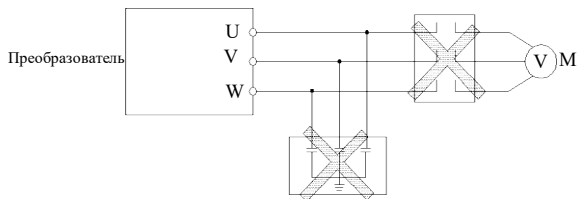

Рис.3-6 Запрещено использовать пускатель и поглощающий конденсатор
- (1) Убедитесь, что питание было полностью отключено за 10 или более минут до электромонтажа, в обратном случае есть опасность поражения электрическим током.
- (2) Запрещено подключать кабель питания к выходам U, V, W.
- (3) При наличии утечки тока в преобразователе, для обеспечения безопасности необходимо заземлить и преобразователь, и двигатель, см. пункт 8 Главы 3.4.1 о монтаже заземления.
- (4) Перед отправкой было проведено испытание на сопротивление сжатию, и пользователю нет необходимости проводить его снова.
- (5) Не добавляйте поглощающий конденсатор или другое поглощающее устройство типа резистора-конденсатора между преобразователем и мотором; также не нужно добавлять электромагнитный контакт. Если необходимо добавить контактор или какое-либо другое переключающее устройство, убедитесь, что преобразователь приостановлен и без выходного сигнала, как показано на рис.3-6.
- (6) Для обеспечения защиты преобразователя от сверхтоков на выходе и удобное обслуживание в выключенном состоянии, он должен быть подключен к источнику питания через переключатель или пускатель
- (7) Для управляющего сигнала выбрать многожильный витой или экранированный провод. Один конец экранирующего слоя висит в воздухе, а другой конец подключить на клемму заземления преобразователя, соединительный провод короче 20м.